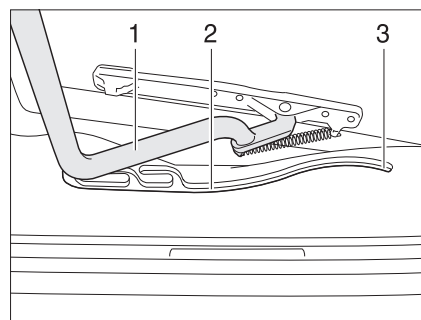

Fig. 65 Lanterneau Heki, glissière
- Tirer l'étrier (Fig. 65,1) dans les glissières (Fig. 65,2) jusque dans la position la plus reculée (Fig. 65,3).
- Pousser l'étrier (Fig. 65,1) légèrement vers le haut avec les deux mains.
- Tirer l'étrier dans les glissières (Fig. 65,2) jusqu'à la position souhaitée.